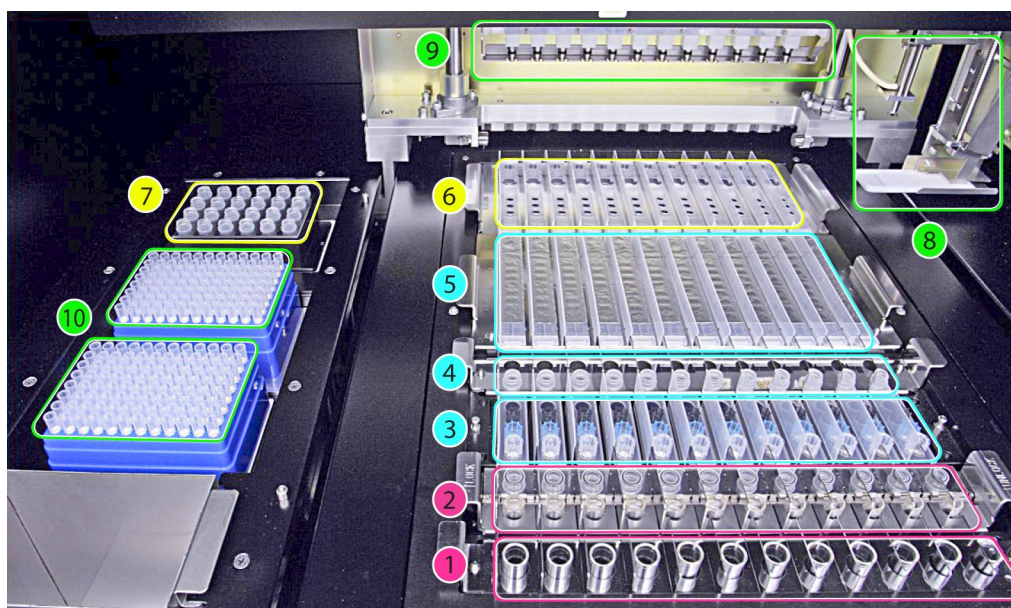

Figura 1: A área de carregamento do «ELITe InGenius»
A Figura 1 mostra uma descrição geral do instrumento «**ELITe InGenius**».
A Figura 1 mostra: Posição do tabuleiro do tubo principal (1), posição do tubo de extração/sonicação e do tabuleiro da tampa (2), posição do tabuleiro da ponta (3), posição do tabuleiro do tubo de eluição (tubo extra) (4), posição do tabuleiro do cartucho de extração (5) e posição do tabuleiro do cartucho de PCR (6), posição do bloco do reagente de PCR e Internal Control (gestor de inventários) (7), posições da amostra e de distribuição do reagente (8, 9), da caixa de desperdícios (lado inferior esquerdo) e das pontas (10).
7. Para confirmar que estão colocados na posição do gestor de inventário 7 (cf. página 11, Figura 1) reagentes suficientes para o número de testes selecionados, como indicado no ecrã, prima o botão “Next” (Próximo).
8. Coloque tabuleiros de pontas suficientes na posição 10 (cf. página 11, Figura 1).
10. Coloque as cassetes de PCR indicadas na posição 6 (cf. página 11, Figura 1).
- Coloque a(s) cassette(s) do cartucho de extração indicadas na posição 5 (cf. Página 11, Figura 1).
- Coloque a quantidade de tubos de eluição Tubo extra indicadas na posição 4 (cf. página 11, Figura 1).
16. Coloque a quantidade de cassetes da Ponta indicadas na posição 3 (cf. página 11, Figura 1).
18. Coloque a quantidade de tubos de extração indicada na posição 2 (cf. página 11, Figura 1).
20. Quando "Primary Tube" (Tubo primário) tiver sido selecionado como posição da amostra no ecrã "Perform Run" (Executar), coloque os tubos primários indicados na posição 1 (ver página 11, Figura 1).